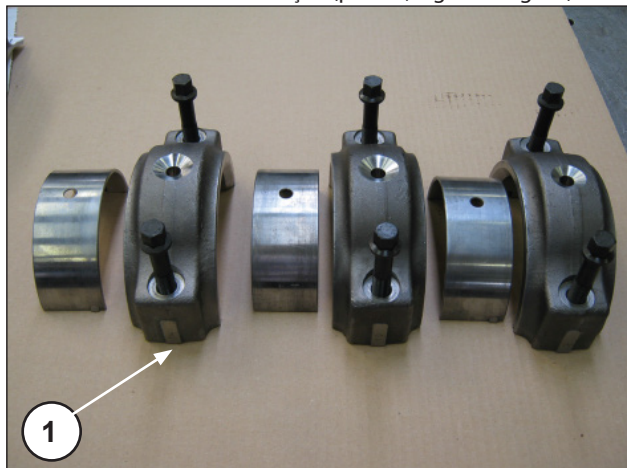
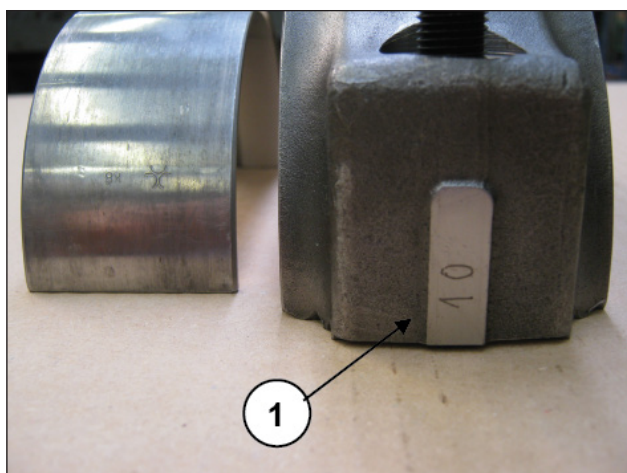

Fig. 41
Fig. 42
Acople as semi-bielas às capas anteriormente desmontados, fazendo referência à numeração (pos. ①, Fig. 41 e Fig. 42).